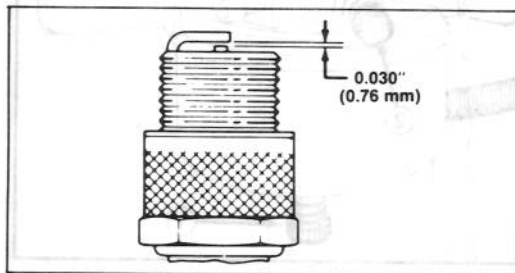

Figure 31
3. Réglez l'écartement des électrodes de la bougie neuve à 0.030" (0.76 mm) (fig. 31). Posez ensuite la bougie dans la culasse. Serrez-la à 15 lb/pi. (20.4 N° m). Si vous ne vous servez pas d'une clé dynamométrique, serrez-la fermement.